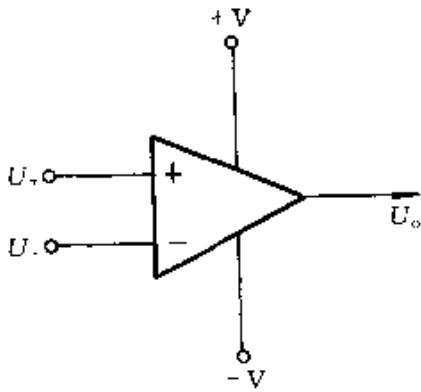

图 2-350
① LM324 是通用型四运放,内含四个独立的高增益的内部频率补偿的运算放大器。LM324 与 LM158 一样,既可使用 $\pm 1.5V \sim \pm 15V$ 的双电源,如图 2-350 所示;也可使用 $3V \sim 30V$ 的单